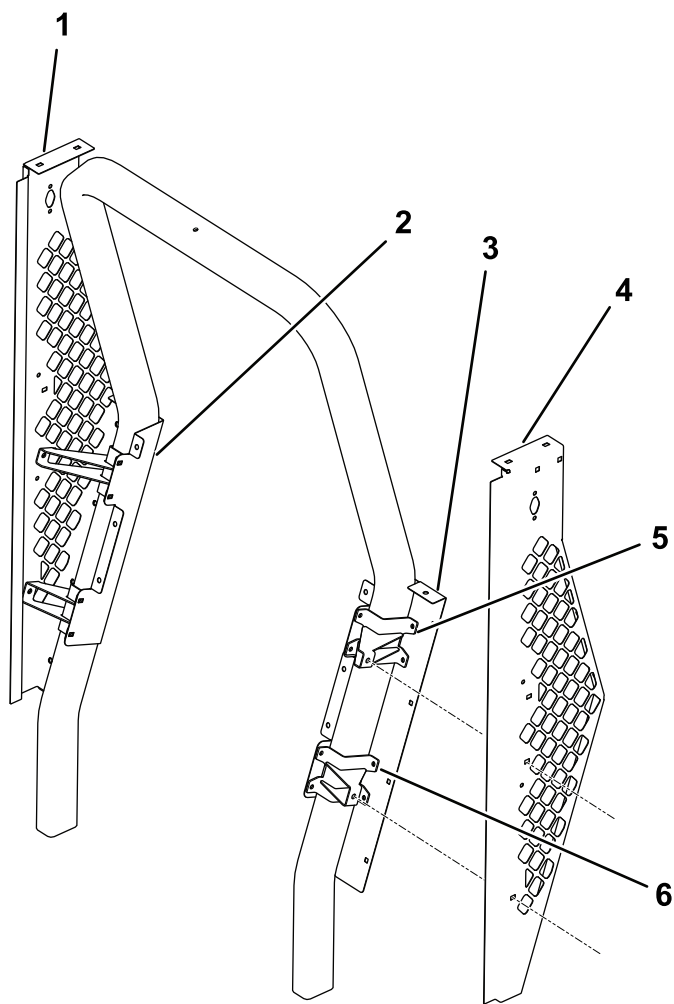

Figura 1
1. Utilice tornillos de cabeza de botón (5/16" x 3/4") y tuercas con arandela prensada (5/16") para instalar el panel lateral izquierdo y el panel lateral derecho (Figura 1).
- Utilice tornillos de cabeza de botón (5/16" x 3/4") y tuercas con arandela prensada (5/16") para instalar los 2 soportes superiores y los 2 soportes inferiores junto al panel trasero izquierdo y el panel trasero derecho (Figura 1).